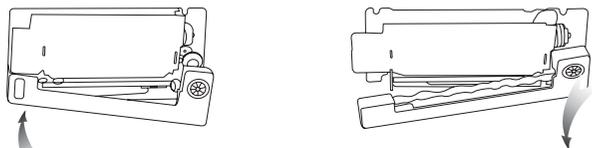

图3-6 取下色带匣
- 2、用手的拇指和食指轻抬色带匣的两端，先抬起色带盒的左端，然后抬起色带盒的右端，取出原色带匣；或轻压色带匣左边PUSH字样处，使色带匣做右边翘起，顺势取出色带匣。如图3-6所示。